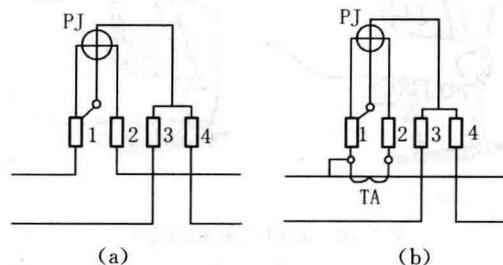

图 1-7 单相电能表的接线
单相电能表	<p>(1) 单相电能表的接线, 对低电压(380/220 V 及以下)小电流电路, 可采用如图 1-7(a)所示的方法直接接入电路, 即单相电能表的 4 个接线端钮, 端钮 1 和 3 与电源连接, 端钮 2 和 4 与负载连接。</p> <p>对低电压大电流电路, 电能表的电流线圈应经过电流互感器接入, 电压线圈直接并联在电路中, 其接线方法如图 1-7(b)所示。</p> <p>(2) 其使用注意事项介绍如下:</p> <ul style="list-style-type: none"> ① 电能表总线必须采用铜芯塑料硬线, 其最小截面积不得小于 1.5 mm², 中间不准有接头; ② 电能表总线宜采用明线敷设, 长度不宜超过 10 m。若采用线管敷设时, 线管也应明敷, 进入电能表时, 一般以“左进右出”为接线原则; ③ 选择电能表时, 要使电能表铭牌上的额定电压和额定电流值等于或略大于电路的电压和电流值; ④ 不允许电能表安装在负载经常低于额定负荷的 10% 以下的电路中; ⑤ 安装场所应干燥、避振, 便于安装、试验和抄表; ⑥ 电能表箱暗装时, 底口距地面不低于 1.4 m, 明装时不低于 1.8 m, 特殊情况不低于 1.2 m, 装成套配电箱时不低于 0.7 m; ⑦ 电能表应垂直安装, 倾斜角度不大于 1°, 若角度偏大, 将会加大计量误差; ⑧ 接线时, 相线应接电流线圈首端, 零线应一进一出, 相线、零线不得接反, 否则会造成漏计量, 且不安全; ⑨ 开关、熔断器应接于负荷侧